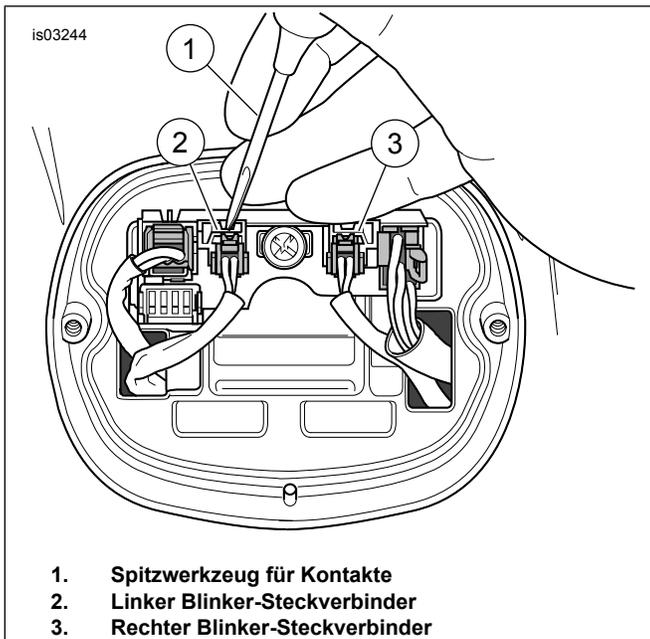

Abbildung 3. Blinker-Steckverbinder entfernen
4. Siehe Abbildung 3. Mit einem Spitzwerkzeug für Kontakte (1) die Verriegelungszungen nieder drücken und die Blinker-Steckverbinder (2-polig) (2, 3) von der Schaltplatine abtrennen.